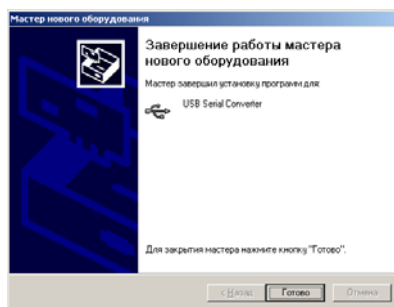

Рисунок 8.11
4) Щелкнуть по кнопке **Далее**, через несколько секунд на экране появится окно (рисунок 8.11), свидетельствующее, что загрузка драйвера выполнена. Для завершения щелкнуть по кнопке **Готово**.